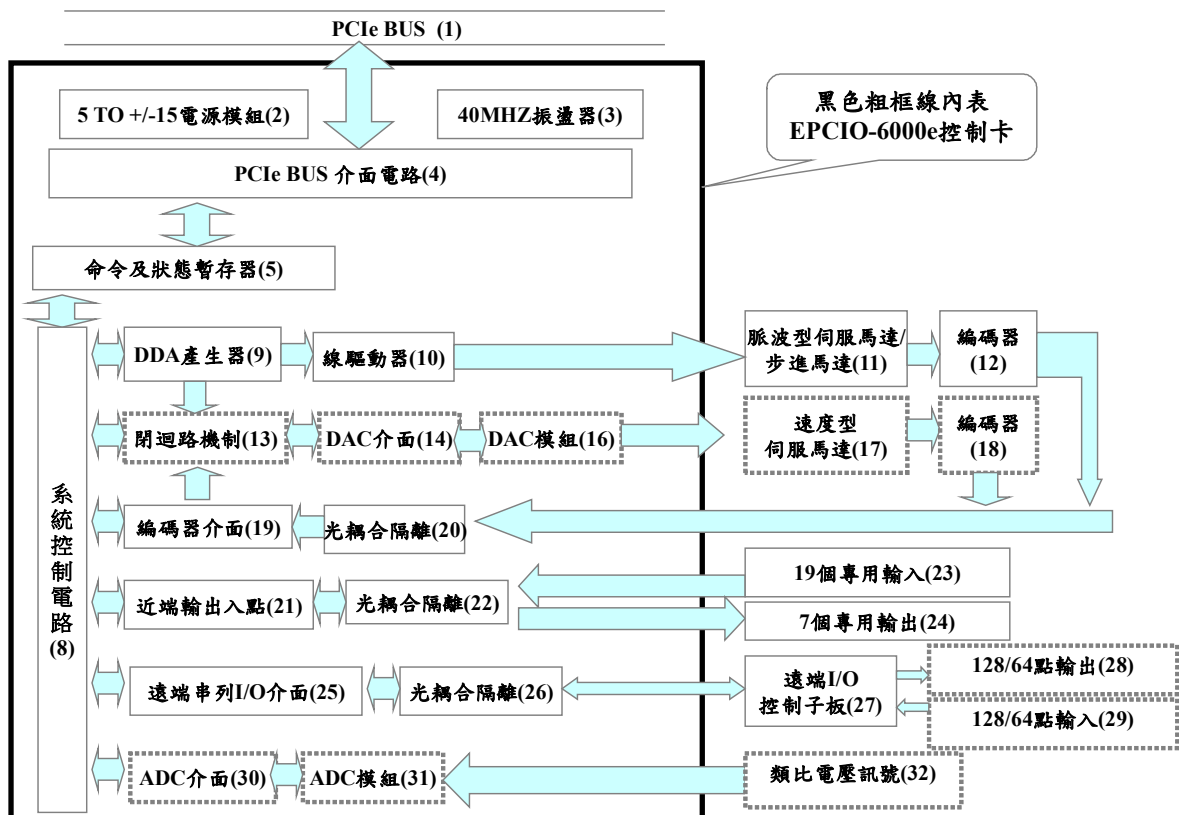

Fig.1-2
說明：Fig 1-2 虛線說明：
參考系統方塊圖 Fig1-2，PC 端藉由驅動程式或 MCCL 下達定位指令，並經由 **PCIe BUS(1)** 傳至 EPCIO-6000e/6005e 卡上之 **PCIe BUS 介面電路(4)**，此時經由 **命令及狀態暫存器(5)** 及 **系統控制電路(8)** 解譯指令並驅動內部之 **DDA 產生器(9)** 均勻送出脈波 (PULSE)(可選擇為 A/B PHASE、CW/CCW、及 PULSE/DIRECTION 等三種格式)，脈波再經由 **線驅動器(10)**(MC3487) 以 DIFFERENTIAL 訊號型式送至外界馬達驅動器以驅動 **脈波介面伺服馬達/步進馬達(11)**，如有需要時馬達 **編碼器(12)** 訊號亦可經由 **光耦合隔離(20)** 進入 **編碼器介面(19)**，再經由 **系統控制電路(8)** 放至 **命令及狀態暫存器(5)**，供 CPU 讀取。
參考系統方塊圖 Fig.1-2，PC 端藉由驅動程式下達指令，並經由 PCIe BUS 傳至 EPCIO-6000e/6005e，EPCIO ASIC 此時解譯指令並驅動內部之 DDA 產生器(9)均勻送出脈波，脈波再送至閉迴路機制(13)，於此同時回授馬達編碼器(18)之訊號(DIFFERENTIAL DRIVE 型式)經由連接頭進入 EPCIO-6000e/6005e，經由光耦合隔離(20)接收及訊號隔離，進入編碼器介面(19)進行訊號處理(含濾波)，再送入閉迴路機制(13)進行計算。閉迴路機制(13)於是根據 DDA 送來的脈波數量及由編碼器回授之脈波數量來作 P 法測回授控制，並將處理之結果經由 DAC 介面(14)(D/A→數位轉類比)去驅動 DAC 模組(16)(含 AD1866R 及 TL074 放大級)來產生 -10V 至 +10V 之電壓輸出訊號(速度命令)，最後再經由連接頭去驅動速度介面伺服馬達(17)。
參考系統方塊圖 Fig.1-2, PC 端藉由驅動程式下指令, 並經由 PCIe BUS 至 EPCIO-6000e/6005e 上之 ASIC, 此 ASIC 便根據指令對近端輸出入點(21) 讀取資料或寫入資料, 其中輸出點經由光耦合隔離(22) 並放大驅動能力後與外界連接, 而輸入點也是經過光耦合隔離(22) 後進入至近端輸出入點(21)。
參考系統方塊圖 Fig.1-2, EPCIO-6000e/6005e 使用機械所專利的遠端省配線 IO 設計, 使用串列通訊方式透過遠端串列 I/O 介面(25) 及光耦合隔離(26) 與遠端 I/O 控制子板(27) 串接, 最大可擴充至 128 點輸出(28) 及 128 點輸入(29)。
參考系統方塊圖 Fig.1-2, 可將 8 組類比電壓訊號(32) (選擇 -5V 至 5V 或 0 至 10V 範圍) 接至 ADC 模組(31), EPCIO-6000e 再藉由 ADC 介面(30) 讀取輸入電壓值(12 bits 解析度)。
參考系統方塊圖 Fig.1-2, EPCIO-6000e 藉由系統控制電路(8) 直接下令至 DAC 介面(14) 再藉由 DAC 模組(16) 轉換成類比電壓命令輸出, 控制板在出廠時的電壓偏移量會調整至接近 0 伏特, 當使用者單獨使用 D/A 轉換器功能時, 並不需要調整電壓偏移量。